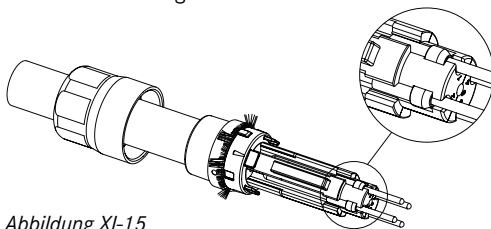

Abbildung XI-15
7. Legen Sie die Kontakte seitlich in den Kontaktträger ein (Abb. XI-15). Für die Pinbelegung orientieren Sie sich an der farblichen Kennzeichnung auf dem Kontaktträger.